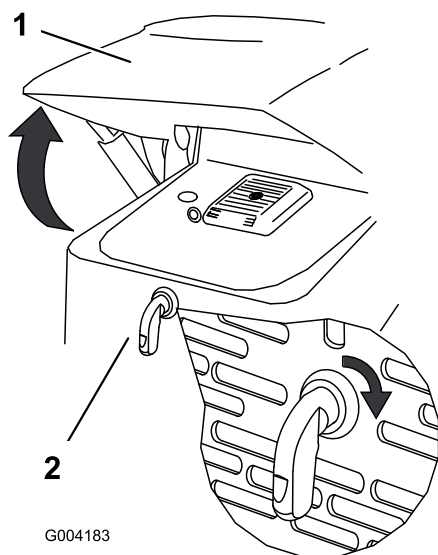

Figura 17
1. Giro el cierre del capó en el sentido de las agujas del reloj (Figura 17).
2. Levante el capó (Figura 17).